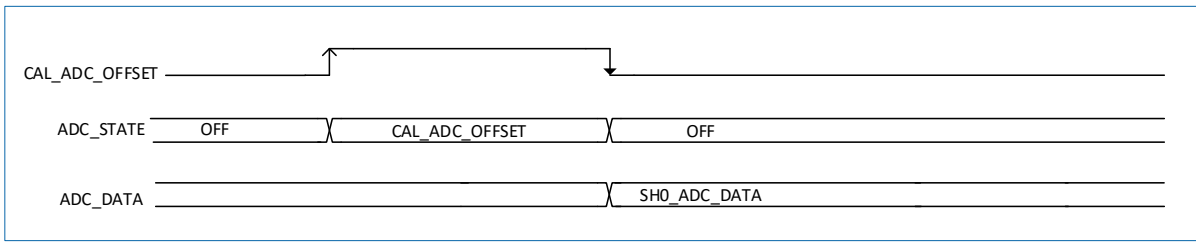

图 11-3 ADC 电路校准流程
6. 将 ADC_SYSCFGR 寄存器中的 ADC_DISH_SW 位配置成 1，将测试队列配置成 BK 模式，并将 ADC_TEST_CHL_CFG 寄存器中的 CHL_NUM[4:0] 配置成 0x1F，然后使用测试队列的软件触发，然后使用 0x800 减去得到的结果，最后截取最高位作为符号位，低五位作为 offset 值，参见图 11-3。